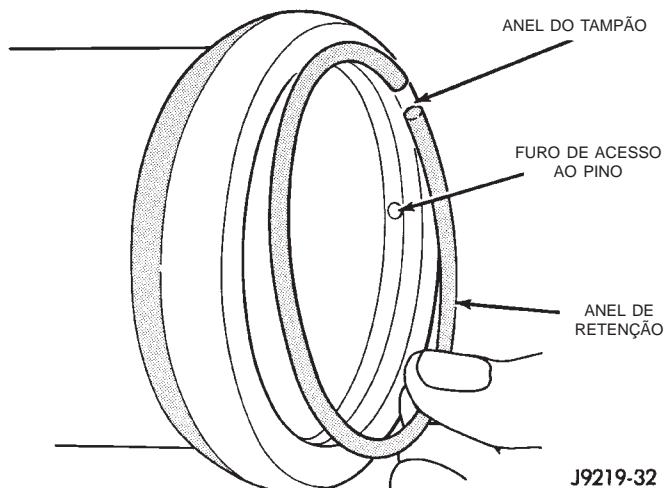

Fig. 5 Instalando o Anel de Retenção
(1) Lubrifique o O ring com fluido para direção hidráulica e instale-o na carcaça.
(2) Instale o tampão do fundo batendo nele levemente com macete plástico para dentro da carcaça.
(3) Instale o anel de retenção de modo que uma das extremidades cubra o furo de acesso da carcaça (Fig. 5).